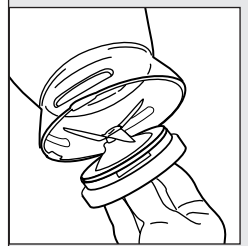

FIGURA 1
- Para ensamblar fácilmente el vaso, vire el conjunto de cuchillas ligeramente e ingrese con la cuchilla aserrada que se curva hacia arriba. Mueva según sea necesario para introducir las demás cuchillas. Cuando esté bien asentado, gire el conjunto de cuchillas en sentido opuesto al reloj para ajustar. Para retirar, simplemente invierta el procedimiento; gire el conjunto de cuchillas en sentido horario y baje ligeramente y en la dirección de la hoja aserrada. Ésta y las demás cuchillas saldrán de la abertura del vaso. FIGURA 1